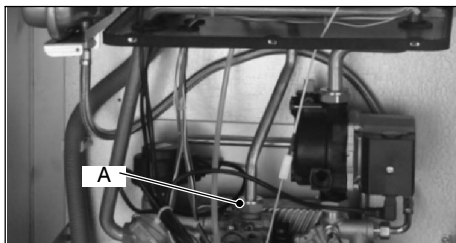

fig. 8.1
- 3 Svitare il girello A del tubo gas (fig. 8.1)
**Attenzione per rimontare eseguire le operazioni effettuate in senso inverso, stando attenti a non rovinare la guarnizione OR del tubo gas quando si inserisce il tubo nell'aerotech ed eseguire la prova di tenuta gas dopo aver stretto il girello A del tubo gas (fig. 8.1)**